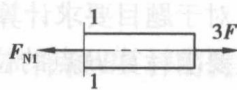

图 2.6
(1) 用截面法求 1—1 横截面上的轴力。
①用假想的平面沿着 1—1 横截面切开, 留下右部分进行研究, 并代入相应的内力, 如图 2.6 所示。